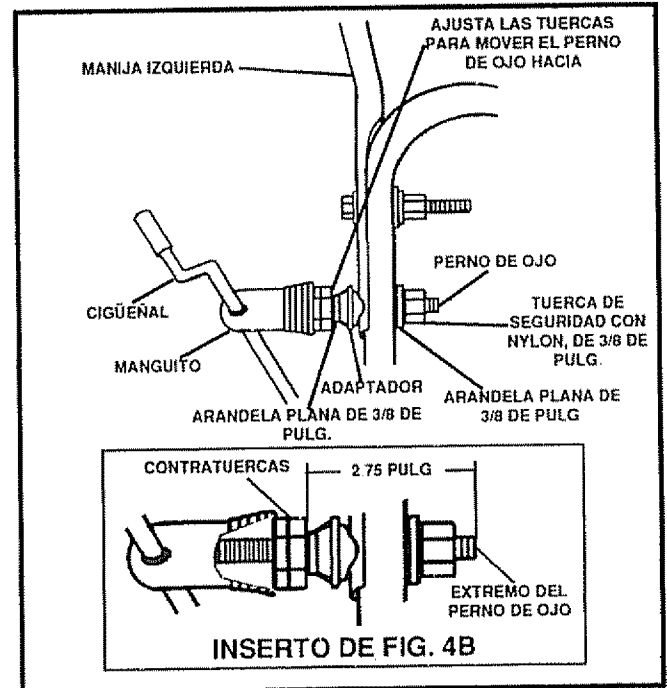

FIG. 4B
- Remueva la tuerca de seguridad con nylon de 3/8 de pulgada y arandela plana del conjunto del perno de ojo (en el conjunto del cigüeñal del canal de descarga). Verifique para asegurarse de que las dos contratuercas de 3/8 de pulgada estén apretadas. Las contratuercas deben estar a 2.75 pulgadas del extremo del perno de ojo (Inserto Fig. 4B).